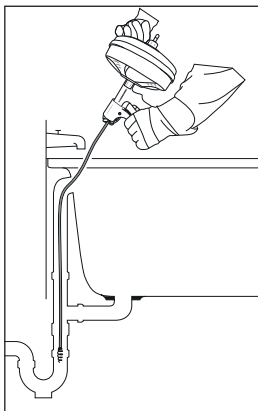

Bild 2
- För aldrig spiralen **8** genom ett badkarsavlopp. I så fall skadas spiralen **8**. Rensa istället alltid genom bräddavloppet (se bild 2).